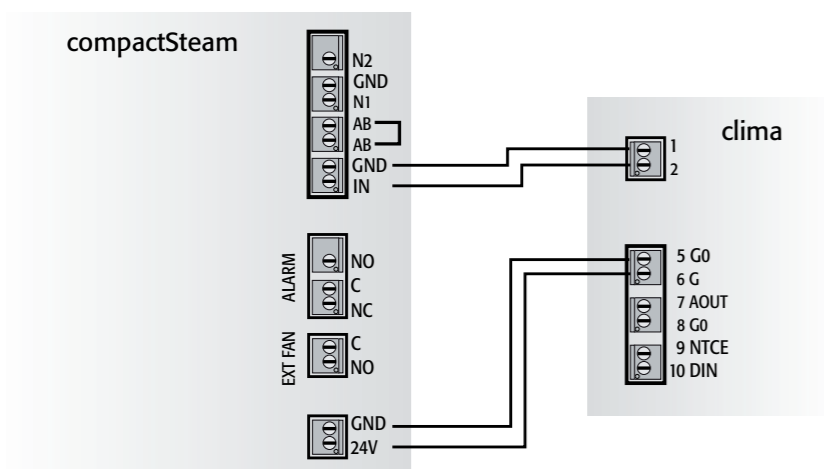
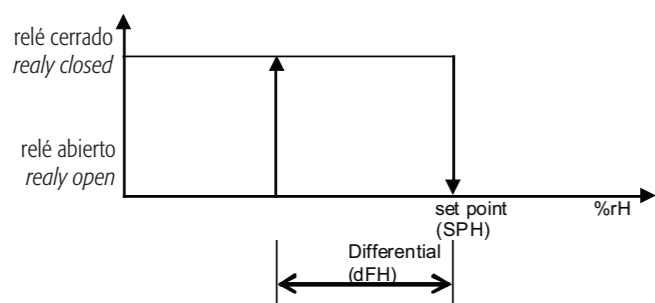

Fig. 3
Fig. 4
- режим ON/OFF (ВКЛ/ВЫКЛ): Алгоритм управления представлен на рис. 4. Сигнал на выработку пара подается (закрывание контактов реле 1 и 2 на рис.3), когда влажность опускается до порога “ уставка – дифференциал ” и отключается (размыкание контактов реле 1 и 2 на рис.3) по достижении уставки. Уставка и дифференциал задаются на панели управления гигростата Clima.
7. Выключите увлажнитель compactSteam; Соедините оба устройства используя экранированный провод сечением не менее 0,5 мм2, как показано на рис. 3;
- ON/OFF regulation: The control algorithm works as shown in Fig. 4 diagram where the humidity request is turned on (the relay closes contacts 1 and 2 in fig. 3) when humidity is under the “set point – differential” range and is turned off (the relay opens contacts 1 and 2 in fig. 3) when the set point is reached. Set point and differential are set on the Clima humidity gauge to define the relative humidity operating range.
7. Turn compactSteam off: now clima can be connected, following the diagram in Fig. 3 using shielded cables with a minimum cross-section of 0.5 mm2 (not included).